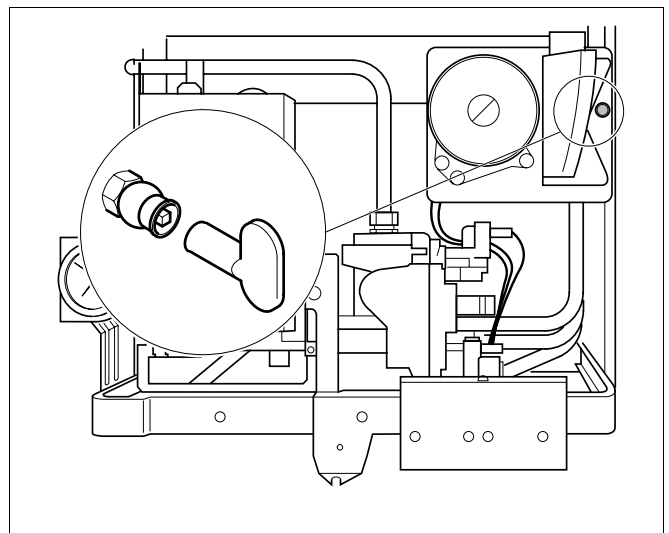

Fig. 17 Disaerazione dello scambiatore di calore dell'acqua calda
- Aprire la valvola di disaerazione e tenerla aperta l'aria finché non fuoriesce più (fig. 17).